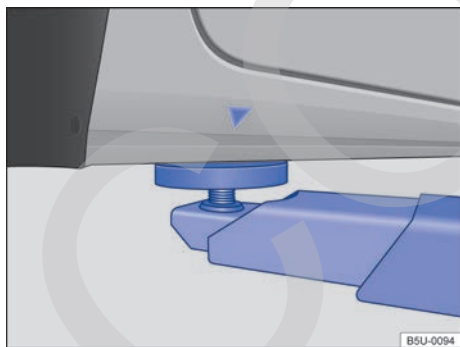
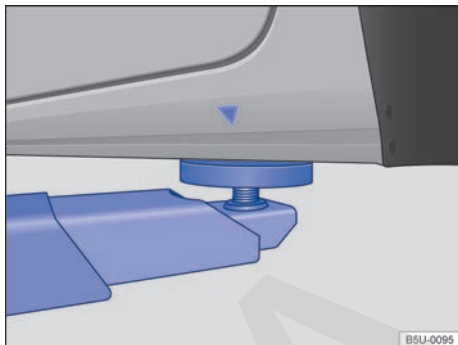

Fig. 142 Puntos de apoyo delanteros para la suspensión con plataforma elevadora o con gato.
Fig. 143 Puntos de apoyo traseros para la suspensión con plataforma elevadora o con gato.
El vehículo debe ser suspendido solamente por los puntos indicados en las figuras → fig. 142 y → fig. 143. Si el vehículo no está suspendido por los puntos indicados, pueden ocurrir daños en el vehículo → ⚠ y lesiones graves → ⚠.
- Suspender el vehículo solamente por los puntos indicados en las figuras → fig. 142 y → fig. 143. Si el vehículo no se suspende por los puntos indicados, puede caer de la plataforma elevadora cuando, por ejemplo, se desmonta el motor o la suspensión.